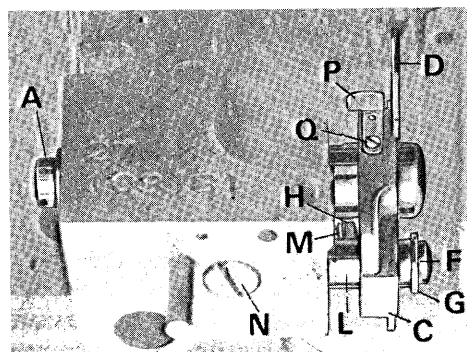

fig. 7
a) montaggio del coltello inferiore per **B.30.6 B.30.62 (fig. 7)**